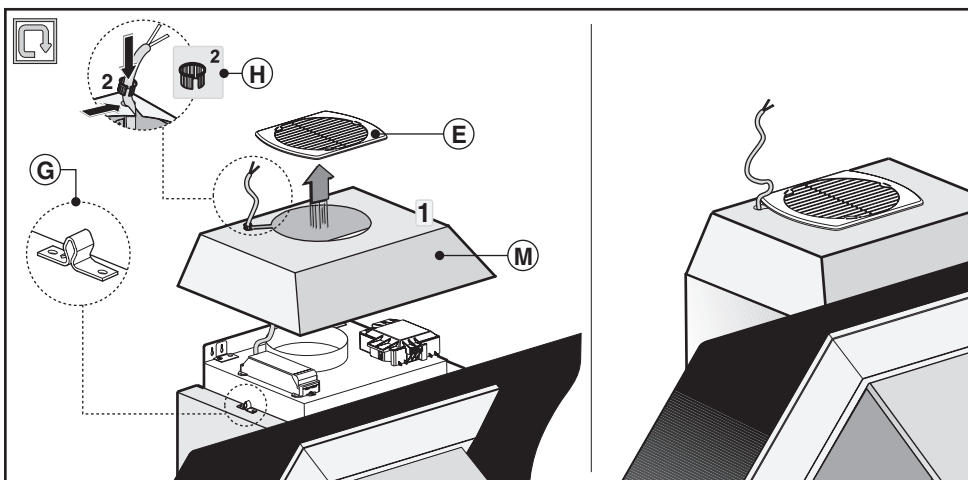

Fig.8
-Sätt tillbaka kupolen **M** och gallret **E** på plats. Se till så att den hakas fast ordentligt i spärarna **G** (Fig.8).